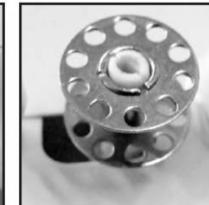

рис. 9
- Наденьте шпульку на шпиндель для намотки, убедитесь, что она совпала с пазом. (рис. 9)